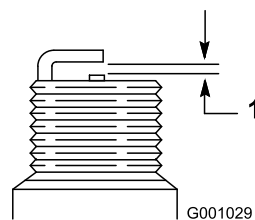

Figura 34
4. Impostate la distanza tra gli elettrodi su una nuova candela a 0,76 mm, come illustrato nella Figura 34.